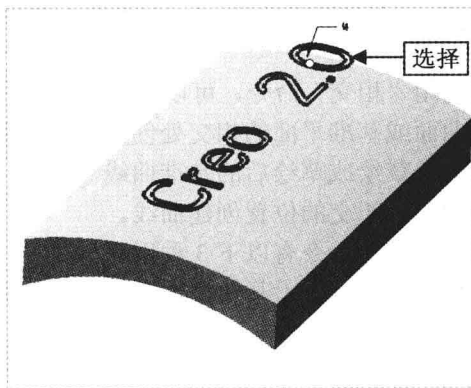

图 9-21 选择曲线
Step 03 弹出“投影曲线”选项卡,按住【Ctrl】键的同时,在绘图区选择所有的曲线,如图 9-21 所示。